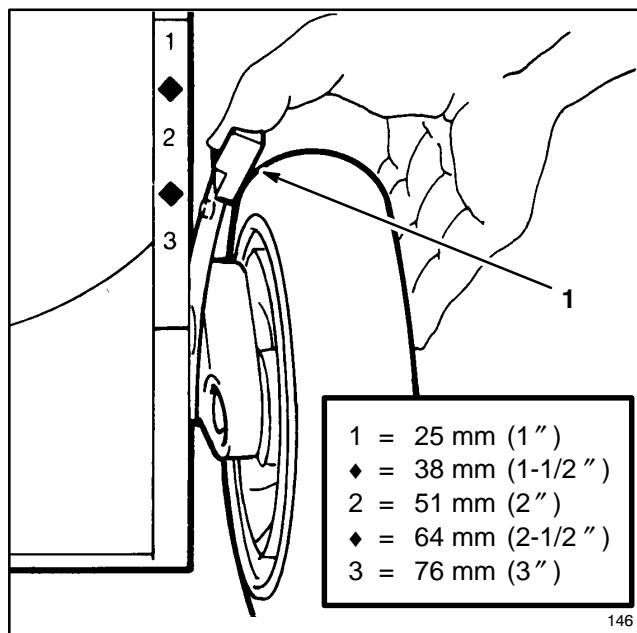

Abbildung 14
Schnitthöhen-Einstellhebel zum Rad hin drücken und auf die gewünschte Schnitthöhe einstellen (Abb. 14). Sicherstellen, daß der Stift des Einstellhebels in die Nute am Gehäuse einrastet. Alle Räder auf die gleiche Höhe einstellen.
2. Alle vier Räder auf die "3"-Schnitthöheneinstellung bringen (Abb. 14).